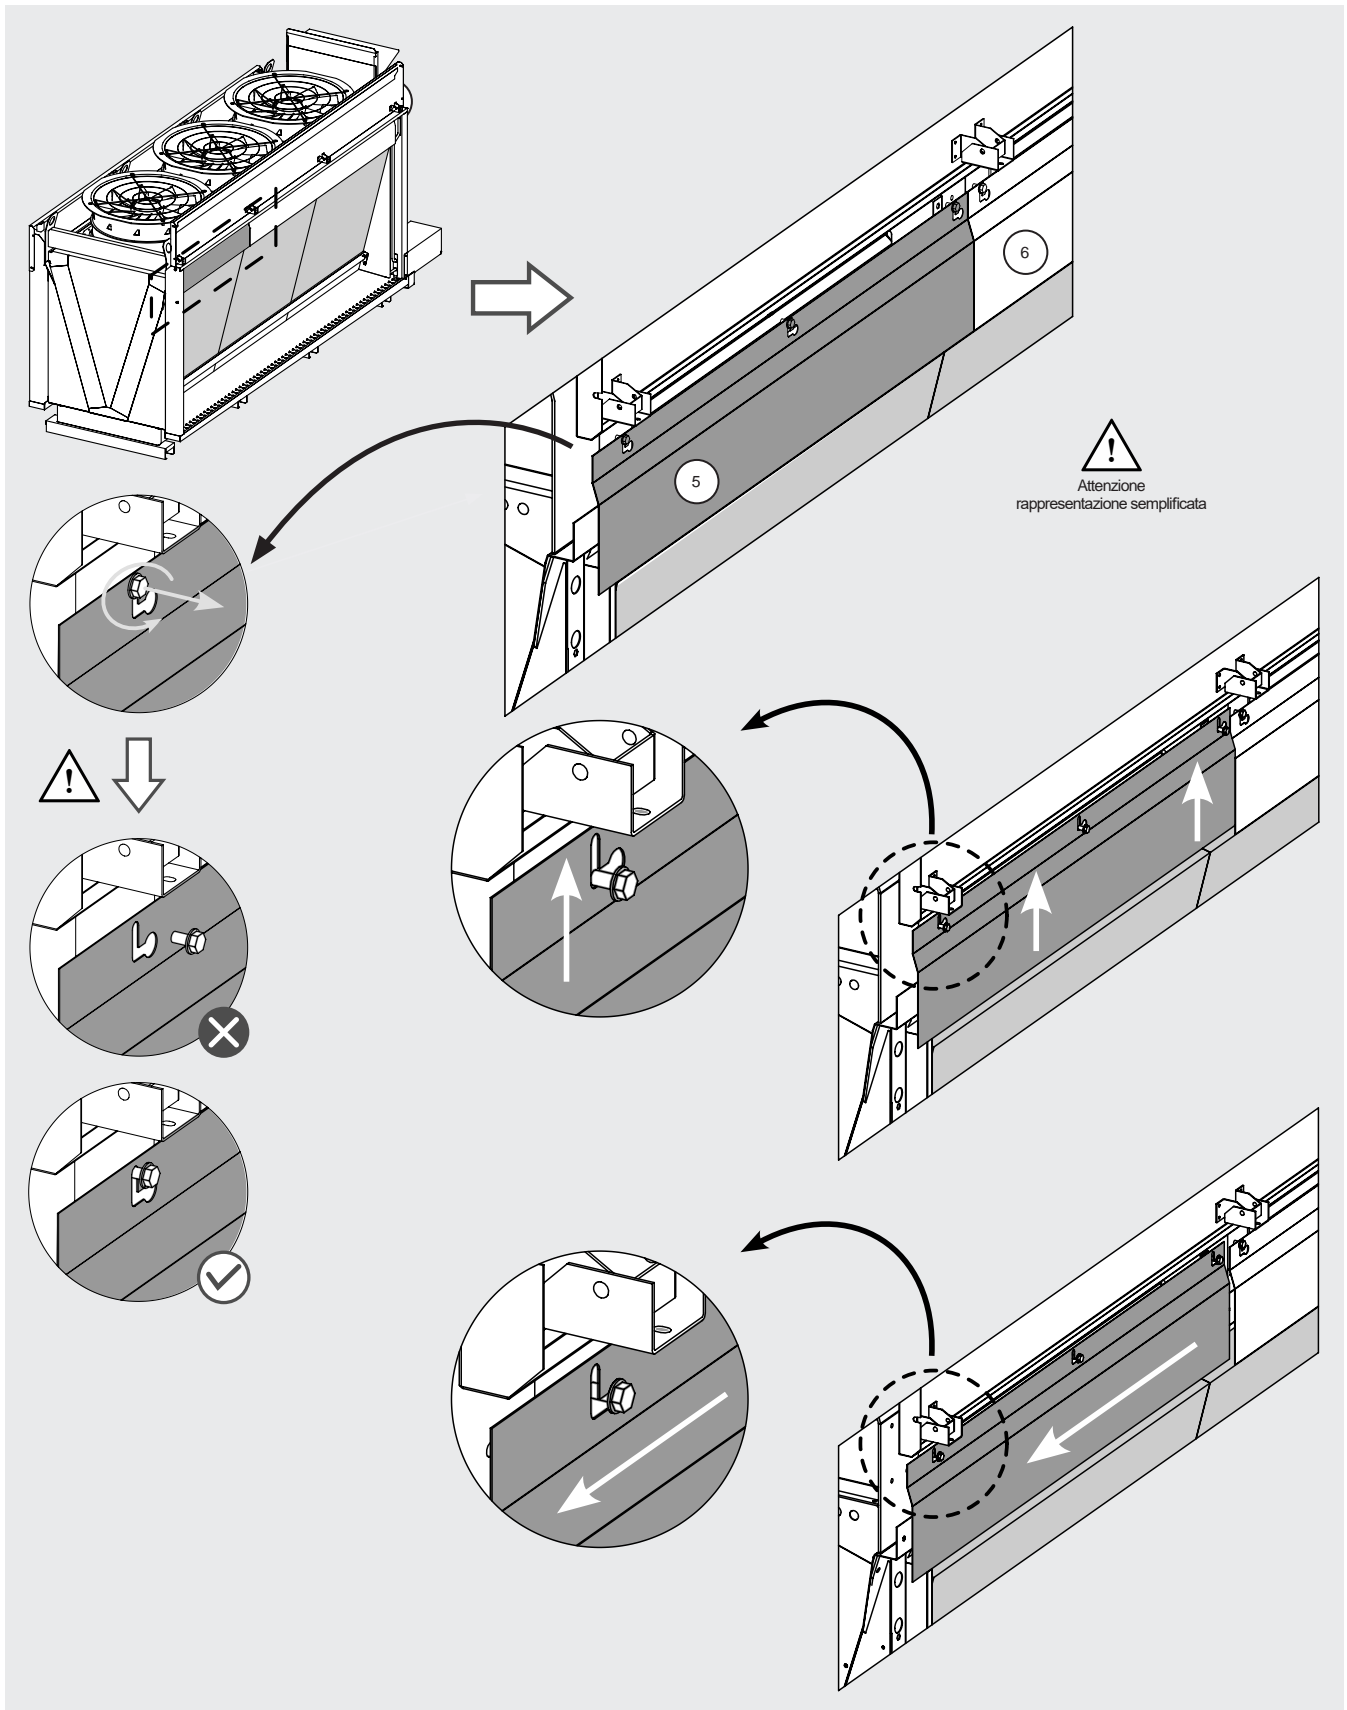

Figura 24
- 12.11.20 Allentare le viti (b) che tengono in posizione il coperchio (5) e (6) senza rimuoverle completamente. Vedi Figura 24.